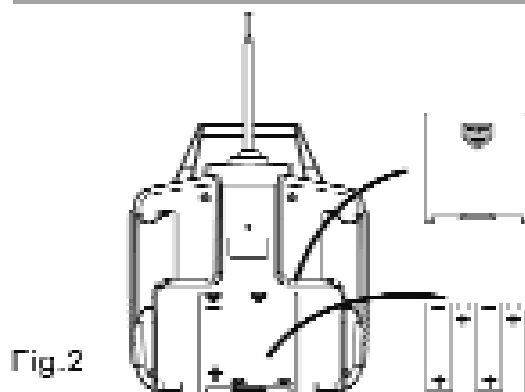

Fig.2
2. Retirer le couvercle du boîtier de piles à l'aide d'un tournevis cruciforme puis insérer 4 piles alcaline 1,5 V AA en respectant les polarités (fig. 2).